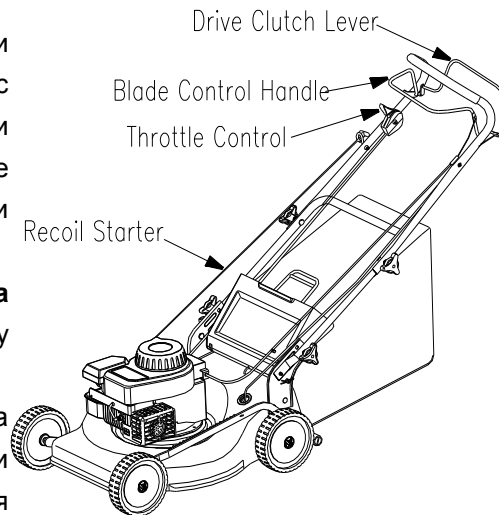

рис. 5
Предохранительная рамка остановки (пуска) двигателя (ножа) (см. рис. 5)
**Предохранительная рамка подключения привода задних колес (см. рис. 5)** (присутствует только у самоходных косилок)